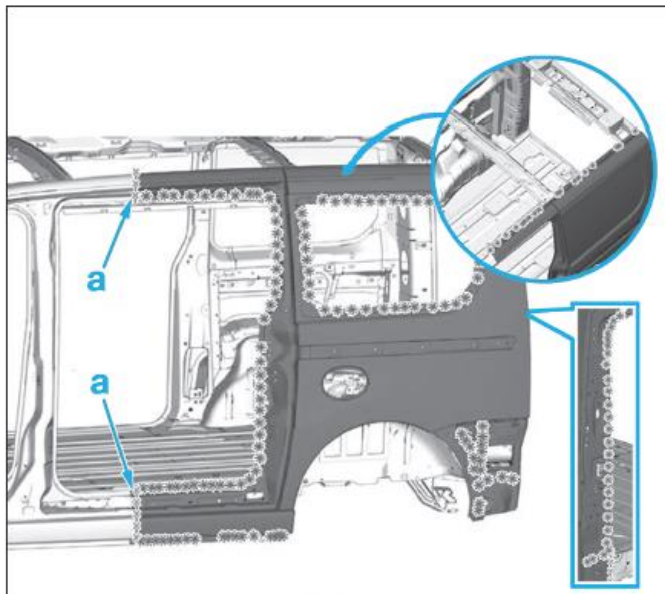

FIG. 82
- Tracer puis découper (a) le panneau latérale selon la préparation de la pièce de rechange (Fig.82).